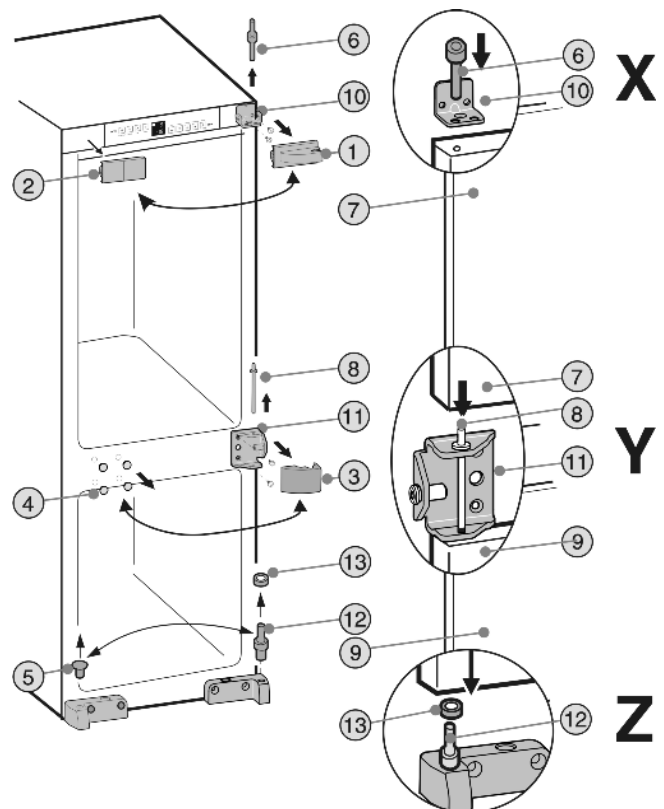

Fig. 3
- ▶ Снимите закрывающие элементы Fig. 3 (1,2,3,4,5).
- ▶ Выкрутите верхний опорный винт Fig. 3 (6) из дверцы холодильного отделения Fig. 3 (7).
- ▶ Слегка наклоните дверь холодильного отделения Fig. 3 (7) вперед и снимите, приподняв вверх.
- ▶ Извлеките средний опорный палец Fig. 3 (8).
- ▶ Снимите дверь морозильного отделения Fig. 3 (9).
- ▶ Отвинтите верхний опорный кронштейн Fig. 3 (10) и средний опорный кронштейн Fig. 3 (11) и привинтите их с противоположной стороны теми же винтами (с моментом 4 Нм).
- ▶ Переставьте на другую сторону нижний опорный винт Fig. 3 (12) с шайбой Fig. 3 (13).
- ▶ Наденьте дверь морозильного отделения снизу на опорный винт Fig. 3 (12) и шайбу Fig. 3 (13). **Деталь Z**
- ▶ Вставьте средний опорный винт Fig. 3 (8) через средний опорный кронштейн Fig. 3 (11) в дверцу. **Деталь Y**
- ▶ Насадите дверь холодильного отделения на опорный болт посередине Fig. 3 (8). **Деталь Y**
- ▶ Вставьте верхний опорный палец Fig. 3 (6) через внешнее отверстие в опорном кронштейне Fig. 3 (10) в опору двери холодильного отделения Fig. 3 (7) и закрутите его (с моментом 4 Нм). **Деталь X**
- ▶ Снова установите с противоположной стороны детали крышки Fig. 3 (1,2,3,4,5), повернув их на 180° градусов.